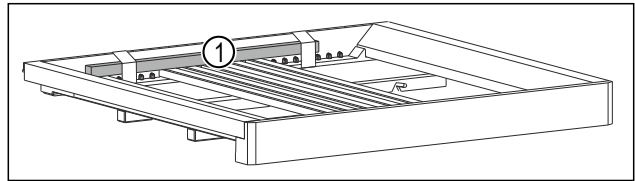

Fig. 3 *
- ▶ Снимите деревянную рейку Fig. 3 (1)*